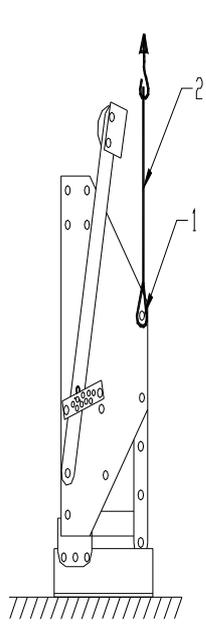

Fig. 1.
A máquina é entregue numa palete. Para instalar a máquina atrás de um trator, siga o procedimento a seguir (veja Fig. 1, 2, 3, 4, 5 e 6)
2. Fixe com força um estropo 2 de cerca 2,5 metros (8 ‘) na comutação-D nos furos 1 em ambos os lados da máquina, conforme mostra a Fig. 1.